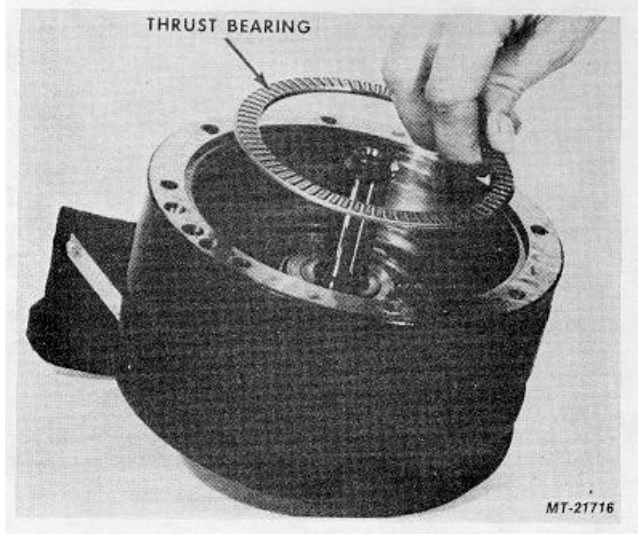

Fig. 24
21. Remove Thrust Bearing, Fig. 24.